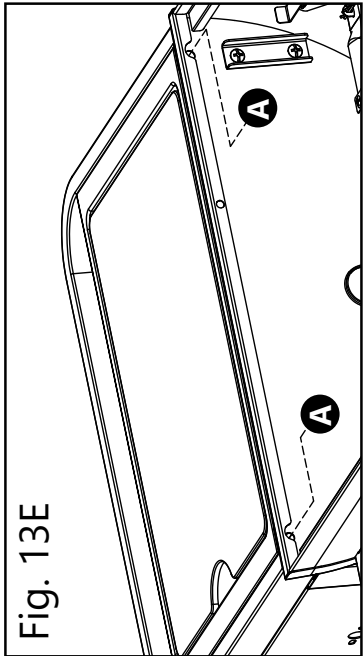

Fig. 13E
Fije la parte superior del ensamblaje de la repisa del quemador lateral usando (2) pernos M6x12. **(Fig. 13E)**